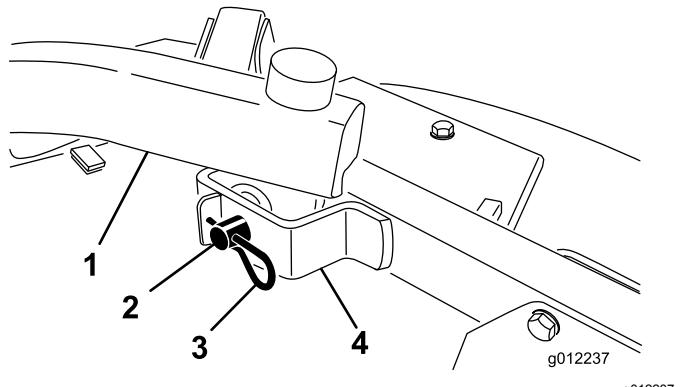

Bild 24
4. Nehmen Sie die Splints und Lastösenbolzen ab, mit denen die Hubarme an den Halterungen der Laufradarme befestigt sind (**Bild 24**).